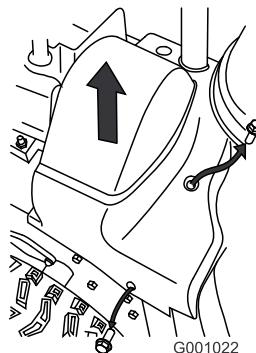

Рисунок 46
2. Поднимите правую сторону крышки ремня (Рисунок 46).